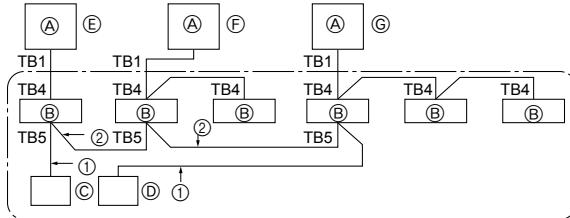

Fig. 9-1
③ L'appareil s'arrête automatiquement deux à trois minutes après la récupération de réfrigérant (témoins DEL 1 et 2 allumés), veiller à fermer rapidement la vanne d'arrêt de gaz. Lorsque les témoins DEL 1 et 2 sont allumés et que l'appareil extérieur est arrêté, ouvrir la vanne d'arrêt de liquide au maximum et répéter l'étape ② après trois minutes.
④ Mettre hors tension (coupe-circuit).
9. Contrôle du système (Fig. 9-1)